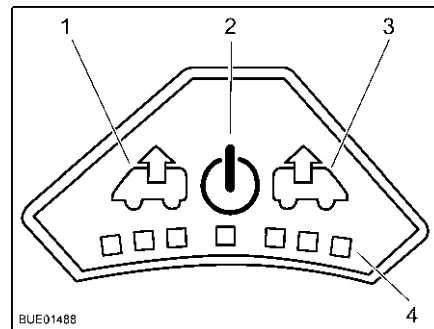

Bild 63 Fläktrégelge
- Tryck på på/av-knappen (Bild 63,2). Fläkten går i komfortläge (vädring med lägsta fläktvarvtal).
- För att höja fläktvarvtalet: Tryck på vädringsknappen (Bild 63,1). Fläktvarvtalet i vädringsriktningen ökar en nivå. Lampor (Bild 63,4) visar de olika nivåerna.
- För att minska fläktvarvtalet: Tryck på ventilationsknappen (Bild 63,3). Fläktvarvtalet minskar en nivå.
- För att höja fläktvarvtalet: Tryck på ventilationsknappen (Bild 63,3). Fläktvarvtalet i ventilationsriktningen ökar en nivå. Lampor (Bild 63,4) visar de olika nivåerna.
- För att minska fläktvarvtalet: Tryck på vädringsknappen (Bild 63,1). Fläktvarvtalet minskar en nivå.
- Tryck på på/av-knappen (Bild 63,2). Fläkten stannar och lamporna släcks.